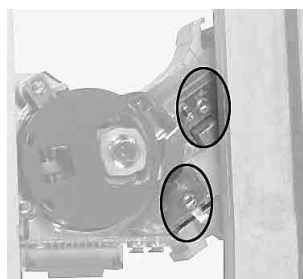

Fig. 7
- werkseitig angebrachte Schutzlötstellen der Lasereinheit entfernen (Fig. 7).
- Remove the factory-applied protective soldering joints from the laser unit (Fig. 7).